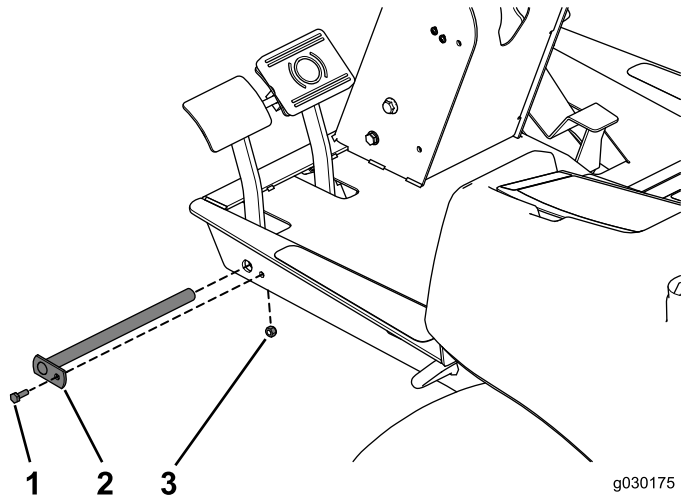

Figura 25
2. Fije el pasador con el perno ($\frac{1}{4}$ " x $\frac{3}{4}$ ") y la contratuerca (Figura 25).